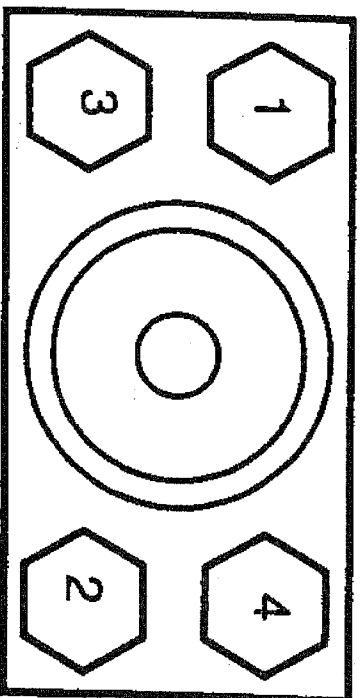

Рис. 32. Последовательность затяжки болтов соединительного узла
6. Постепенно затяните все болты соединительного узла с усилием в диапазоне 1,2...2,8 Нм в последовательности, показанной на рис. 32.
5. Постепенно затяните все болты соединительного узла с усилием 3,4 Нм в соответствии с указаниями на стр. 69. См. рис. 32 и 33.